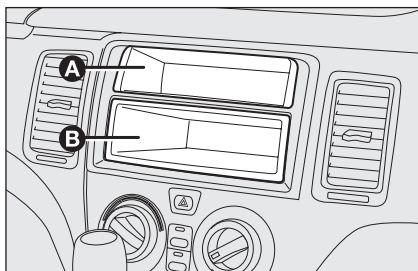

fig. 2
- ☐ con vano puerta objetos fijo **A** fijo y vano (DIN) **B** extraíble para instalación de radio **fig. 2**;